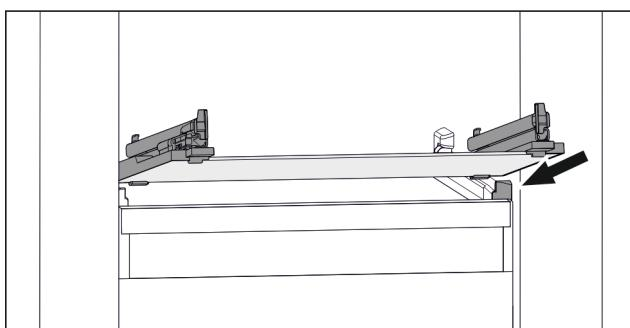

Fig. 79 Príklad zobrazenia sklenej dosky
- Nasadte sklenenú dosku šikmo za zarážkami. (pozri Fig. 79)